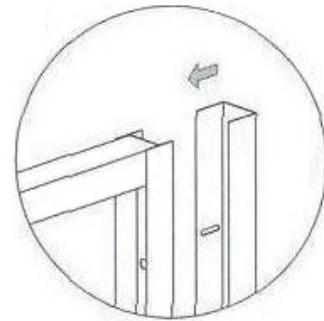

Рис. 4-1
7. Наденьте пристенные профили /2/ на боковые профили /3/ (рис. 4-1).